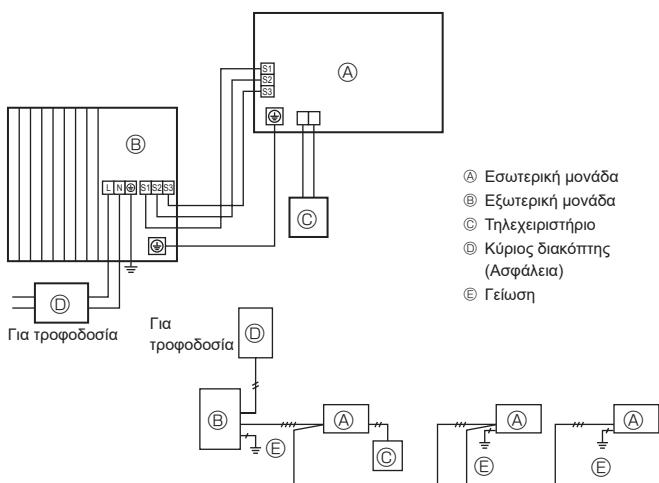
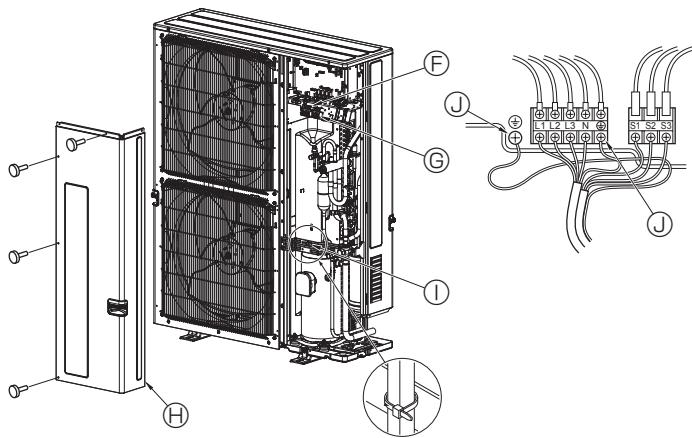

Fig. 6-1
Fig. 6-2
6.1. Εξωτερική μονάδα (Fig. 6-1, Fig. 6-2)
- ① Αφαιρέστε το πλαστικό συντήρησης.
- ② Συνδέστε τα καλώδια που αναφέρονται στην Fig. 6-1 και στην Fig. 6-2.